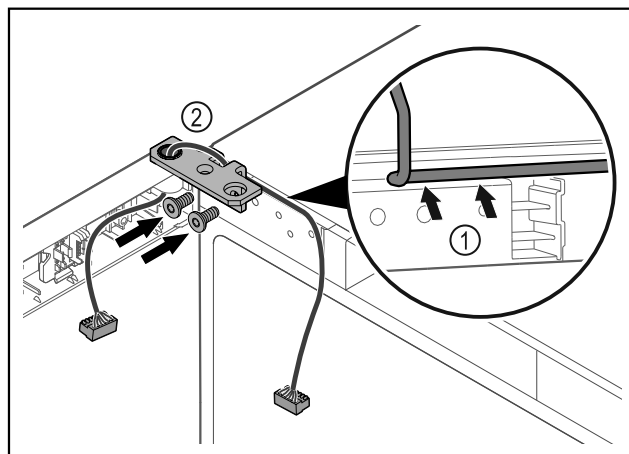

Fig. 47
- Sæt kablet gennem hængselvinklens udsparring, og træk det forsigtigt Fig. 47 (1).
- Skru hængselvinklen Fig. 47 (2) på.